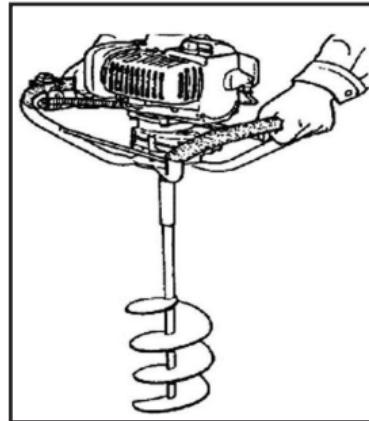

Рис.6
- Крепко держите рукоятку двумя руками. Бурение осуществляйте при помощи напарника. Не пытайтесь самостоятельно производить бурение, это может привести к травмам (Рис.6).